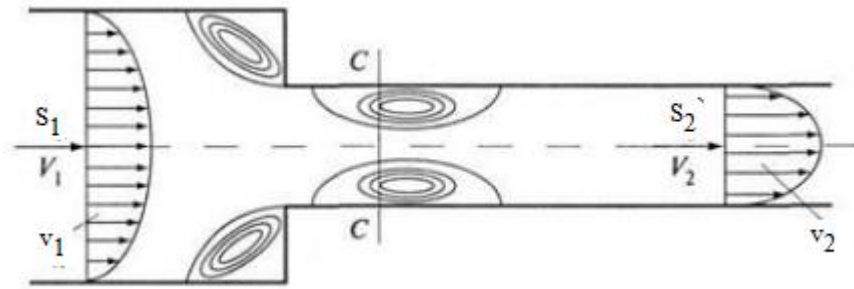

Рисунок 2.18 – Раптове звуження трубопроводу
*Раптове звуження трубопроводу* (рис. 2.18). Коефіцієнт місцевого опору при раптовому звуженні: